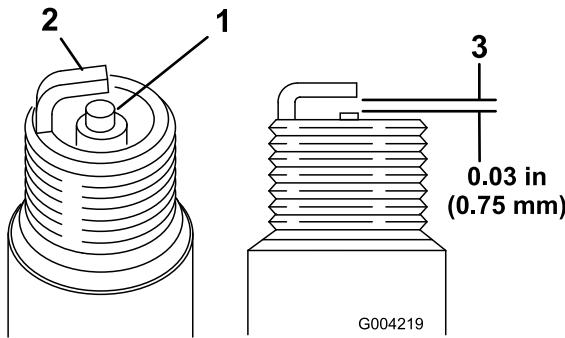

Figura 51
- Mire la parte central de ambas bujías (Figura 51). Si se observa un color gris o marrón claro en el aislante, el motor está funcionando correctamente. Si el
2. Compruebe la separación entre los electrodos central y lateral (Figura 51).
3. Si la distancia no es correcta, doble el electrodo lateral (Figura 51).